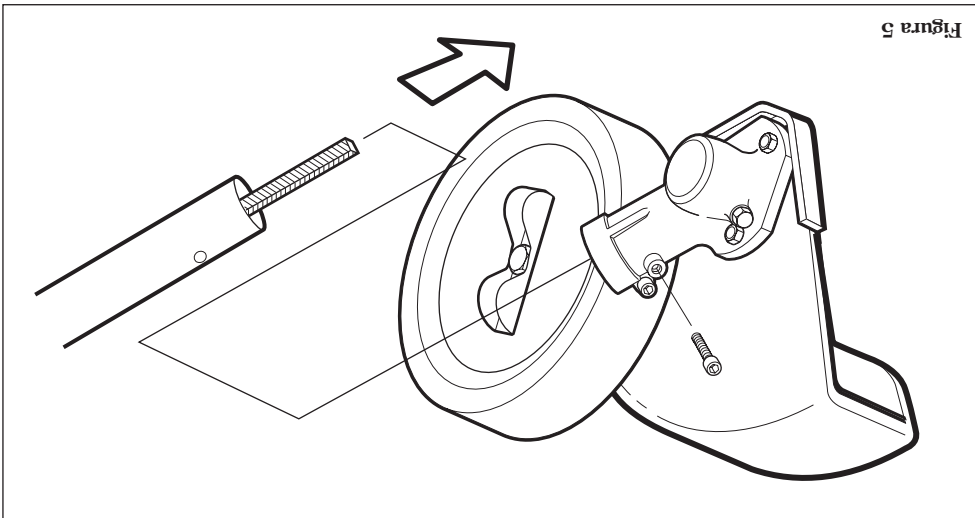

Figura 5
3. Deslice el eje de engranajes como se muestra en la Figura 5 asegurándose que el eje de impulsión este conectado con la caja de engranaje.